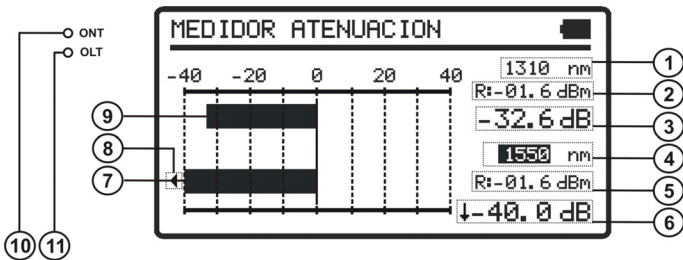

Figura 10.- Función MEDIDOR ATENUACIÓN.
- 3.- Pulse **SEL**  [4] o **CONFIG**  [2] para entrar en la pantalla (ver figura 10).